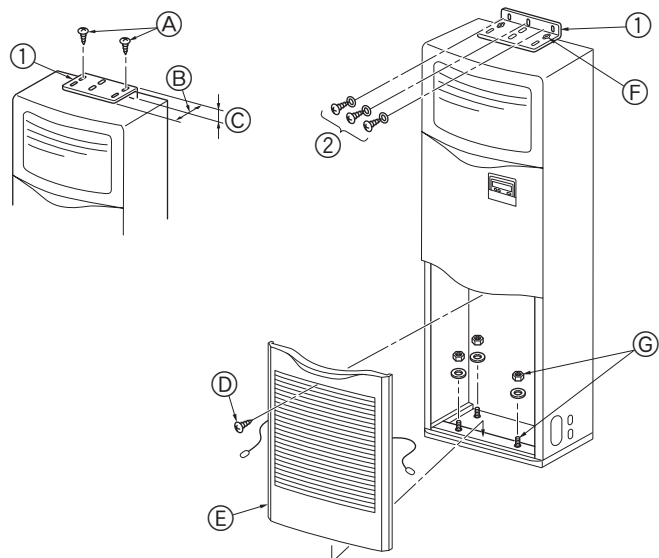

Fig. 3-2
①	Vältskyddsfäste	1	Ytan på enhetens överdel.
②	Självborrande skruvar (med bricka)	3	Innanför gallret till inloppet.
③	Skydd för gasrör (stor)	1
④	Skydd för vätskerör (liten)	1
⑤	Band	5
⑥	Muff för dräneringsrör	1
⑦	Bussning (för kabelhålet)	2
3.2. Vältskyddsfäste (Fig. 3-2)